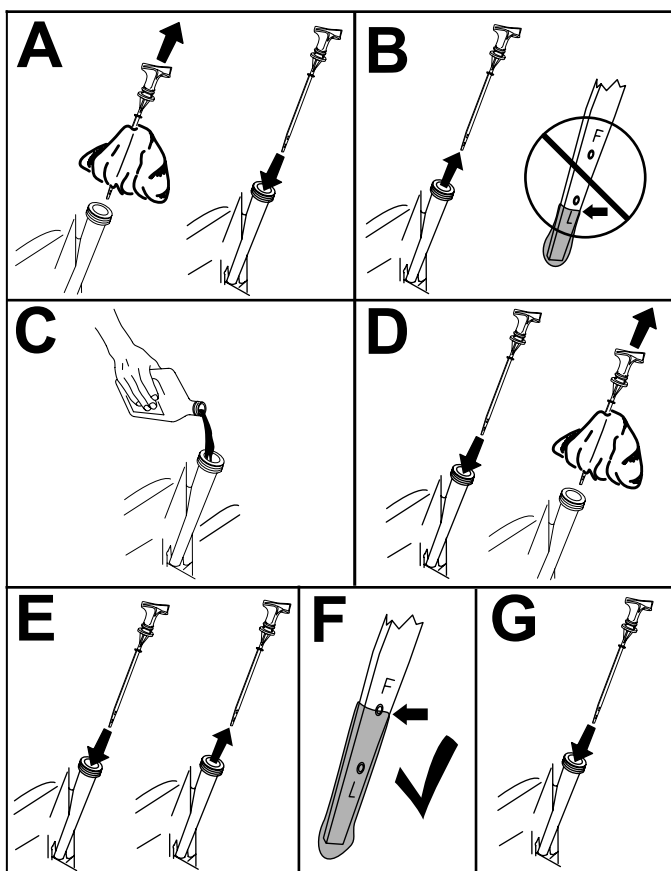

Figura 32
3. Compruebe el nivel de aceite del motor (Figura 32).